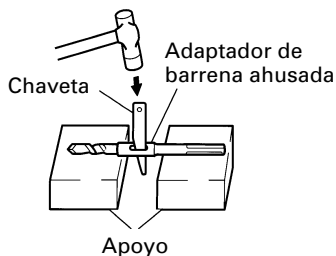

Fig. 13
- (1) Instale la broca con la barrena ahusada en el adaptador de barrena ahusada.
- (2) Ponga en ON el interruptor de alimentación y perforo un agujero de base.
- (3) Después de eliminar el polvo con una jeringa, fije la clavija en la extremidad del anclaje e introduzca el anclaje con un martillo de mano.
- (4) Para sacar la broca con la barrena ahusada introduzca una claveta en la ranura del adaptador de barrena ahusada, ponga apoyos debajo del martillo rotativo y golpee la claveta con un martillo de mano. (Fig.13)